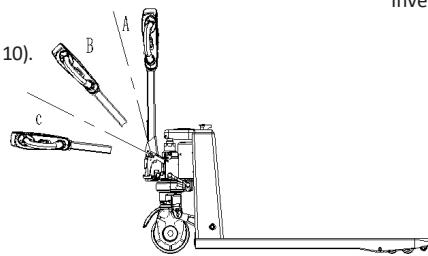

Fig. 9
1. Ruotare la maniglia verso la sezione di marcia. (Fig. 9)
- Ruotare rapidamente la maniglia su A o C per una frenata di emergenza (Fig. 9). Il freno blocca la ruota e l'unità si ferma.